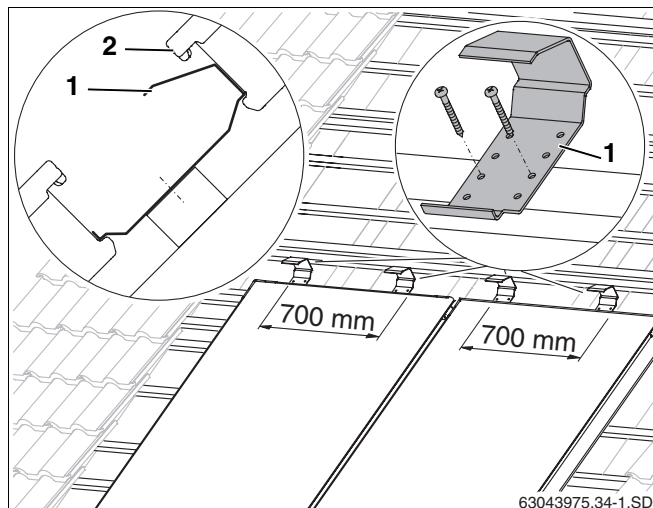

Рис. 31 Крепления от сползания для второго ряда коллекторов
- Установить два крепления от сползания (рис. 31, **поз. 1**) на коллектор в середине (с расстоянием 700 мм между ними) над нижним коллектором на четвертой дополнительной рейке нижнего ряда и закрепить двумя саморезами 4×40.
- Коллектор верхнего ряда устанавливается (рис. 31, **поз. 2**) в крепления от сползания, затем нужно выровнять его по нижнему ряду.